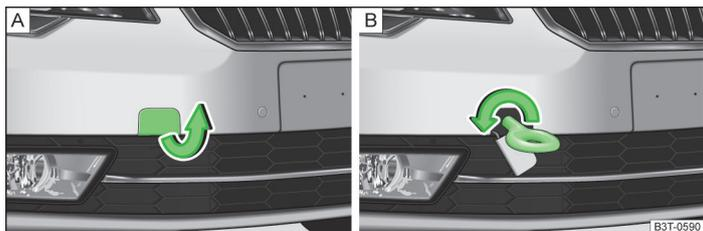

Abb. 187 Vorderer Stoßfänger: Ausbau der Abdeckkappe / Einbau der Abschleppöse
- Die Abdeckkappe aus dem vorderen Stoßfänger herausnehmen » Abb. 187 - A.
- Die Abschleppöse nach links bis zum Anschlag einschrauben » Abb. 187 - B und diese so fest wie möglich anziehen. Für das Festziehen empfehlen wir, z. B. den Radschlüssel, die Abschleppöse eines anderen Fahrzeugs oder einen ähnlichen Gegenstand zu verwenden, der durch die Öse gesteckt werden kann.